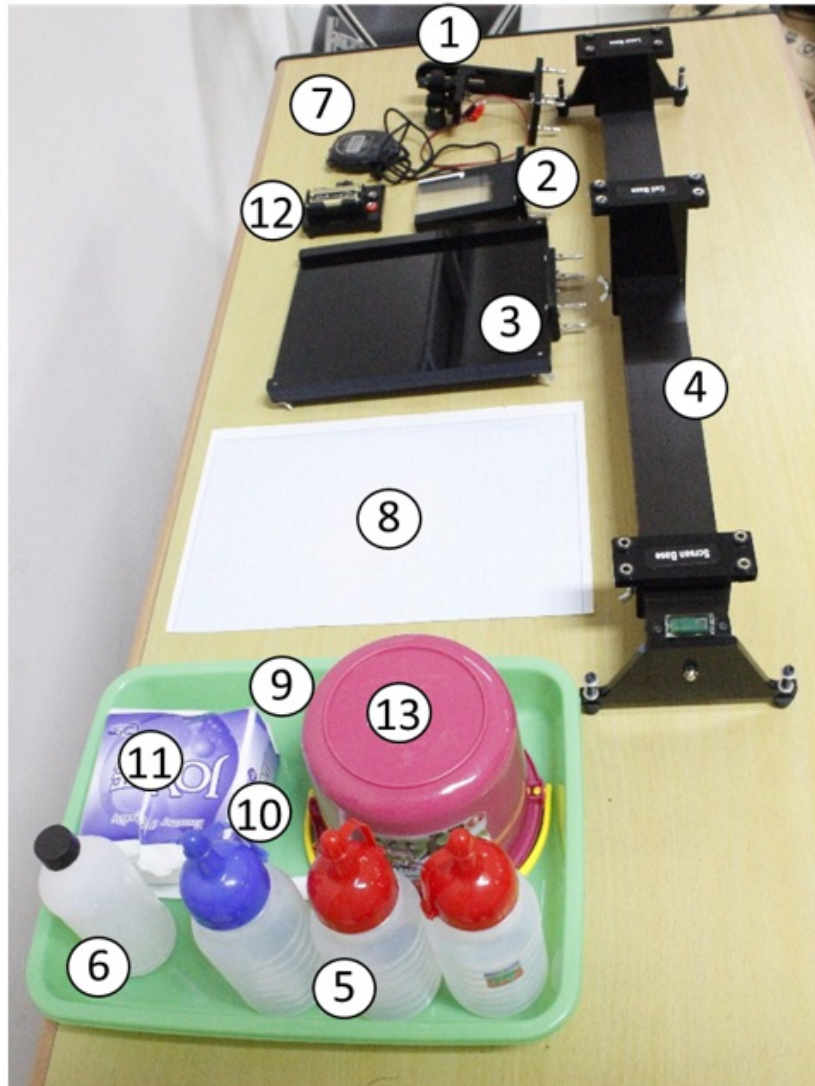

Figura 1. Materiali per questo esperimento.
- Per ottenere sullo schermo la traccia del raggio laser deflessa (come mostrato in Figura 2b) è necessario assemblare tutti i componenti raffigurati in Figura 1 seguendo lo schema mostrato nella Figura 2(a).